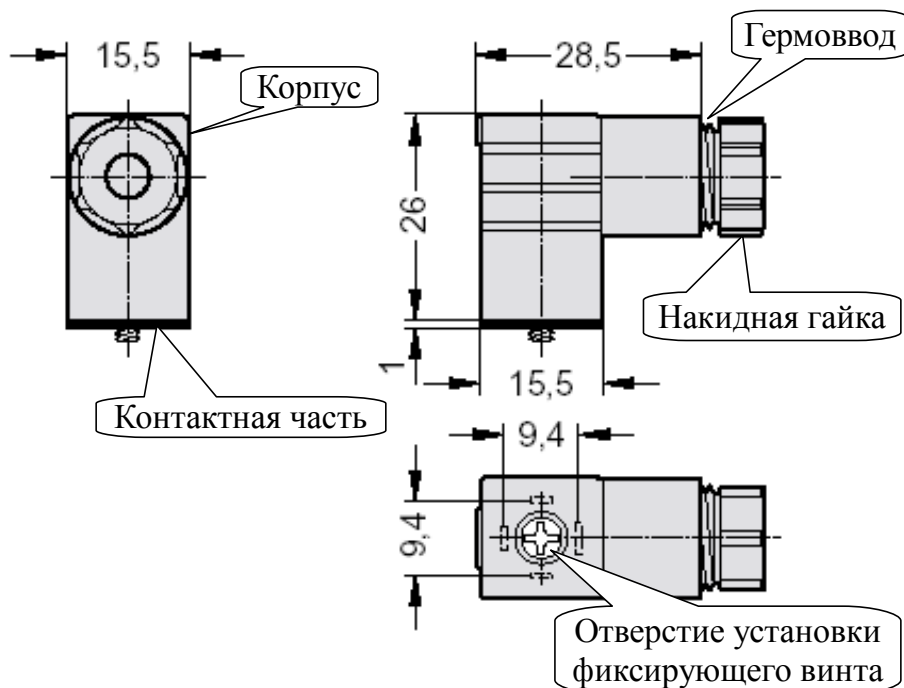
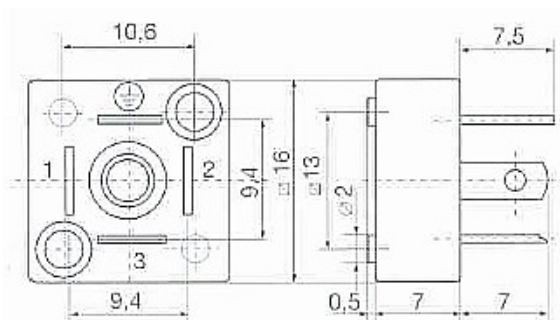

Рисунок 4 - Герморазъём DIN 43650, форма С (соединитель электрический, промышленный стандарт) с тремя контактами плюс заземляющий контакт
Рисунок 5 - База для герморазъёма DIN 43650, форма С (соединитель электрический, промышленный стандарт) с тремя контактами плюс заземляющий контакт
– Отвернуть и вынуть фиксирующий винт герморазъёма (**Рисунок 4**). Снять герморазъём с базы (**Рисунок 5**) и выдвинуть его контактную часть, толкая хвостовик в отверстия установки фиксирующего винта.